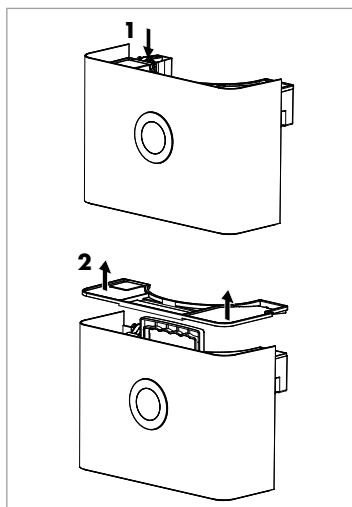

Fig. 2
- ◆ Pour soulever le couvercle du réservoir d'eau ⑤, poussez le flotteur vers le haut (1) et retirez ensuite le couvercle (2) comme représenté sur la figure 2. Videz l'eau et remettez ensuite le réservoir d'eau ⑤, avec le couvercle en place, dans l'appareil. Ce faisant, rabattez la poignée du réservoir d'eau ⑤ vers le bas. L'appareil continue à fonctionner avec le programme précédemment choisi.